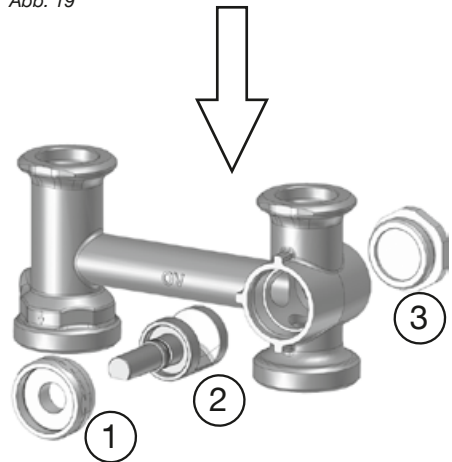

Abb. 20
5. Ausrichtung des Mischerkübens kontrollieren. Dessen abgeflachte Seite muss **nach unten zeigen und waagrecht ausgerichtet** sein (Abb. 20). Das Küken versperrt in dieser Position den Vorlaufstrang.